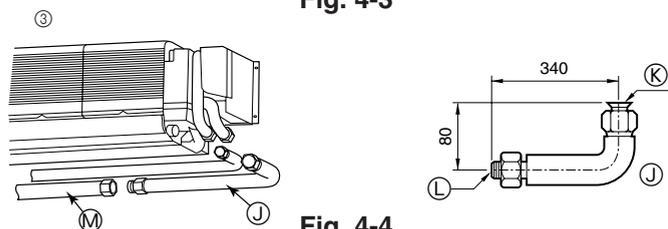

Fig. 4-4
3) Tubo de conexión en L (para la tubería de gas) (Fig. 4-4)